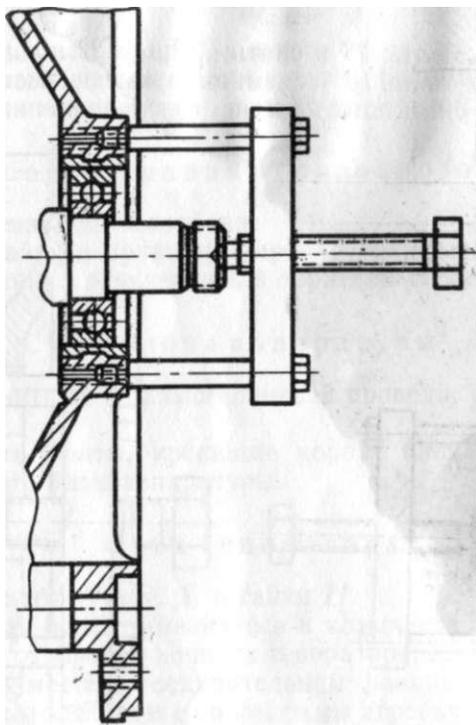

Рис. 21. Снятие подшипникового щита со стороны вентилятора
2. Снять подшипниковый щит 14 с подшипника 26 съемником (рис. 21).